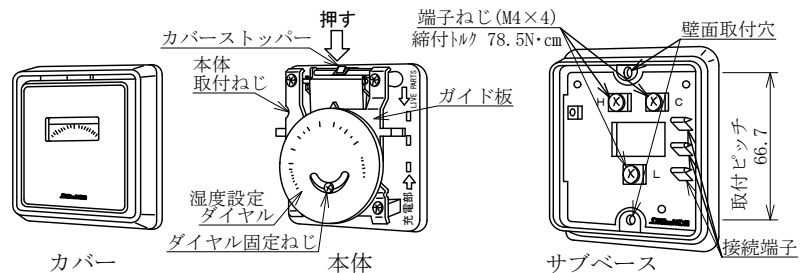

図1 AHS-C1090形
- 取付、配線の際は、次の手順で行ってください。(図1参照)
- ・カバー・ストッパーを図1白抜き矢印方向に押し、カバーを取り外します。